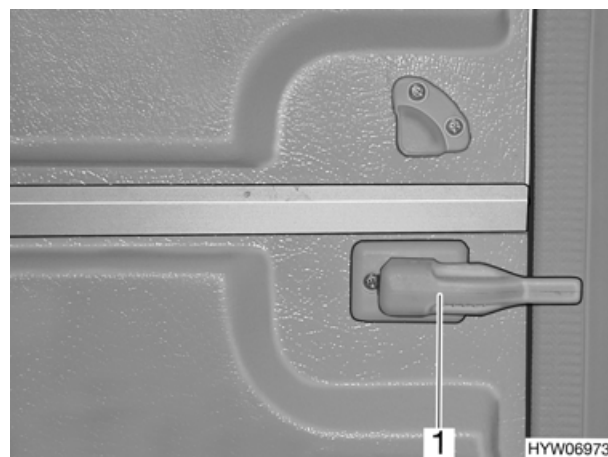

Bild 18 Türverriegelungshebel, Türunterteil
- Verriegelungshebel (Bild 18,1) ein Stück entgegen dem Uhrzeigersinn drehen.